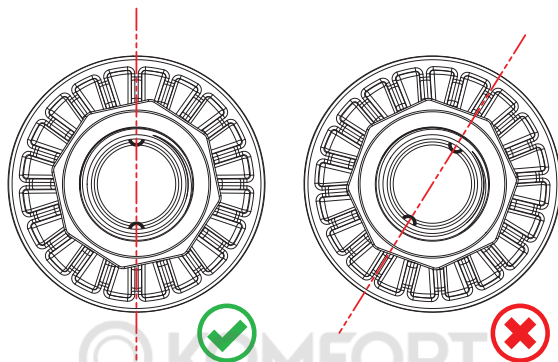

Рисунок 8
**ВНИМАНИЕ!** Убедитесь, что основание адаптера установлено вертикально. Продольные ребра должны быть расположены строго в вертикальной плоскости одно над другим (рисунок 8).